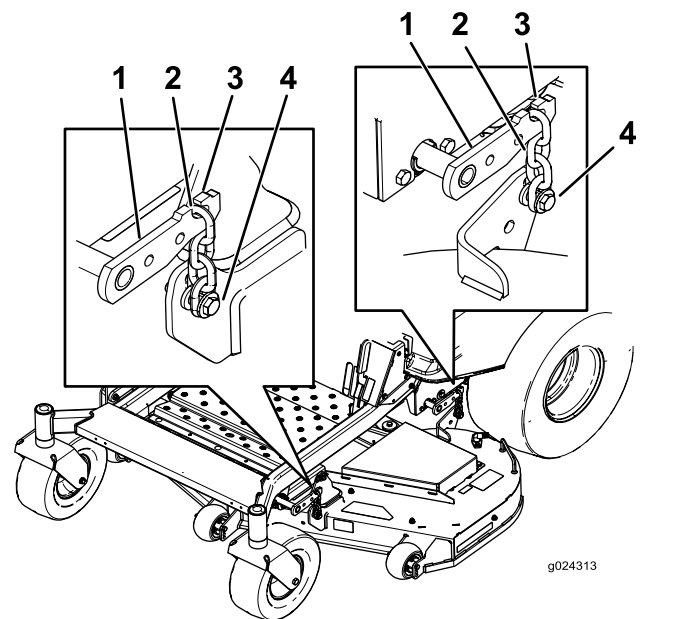

Figure 72
5. Desserrez les boulons de réglage aux 4 coins de sorte que le plateau repose bien sur les 4 cales (Figure 72).
6. Vérifiez que les 4 chaînes sont tendues (Figure 72).
7. Resserrez les 4 boulons de réglage (Figure 72).